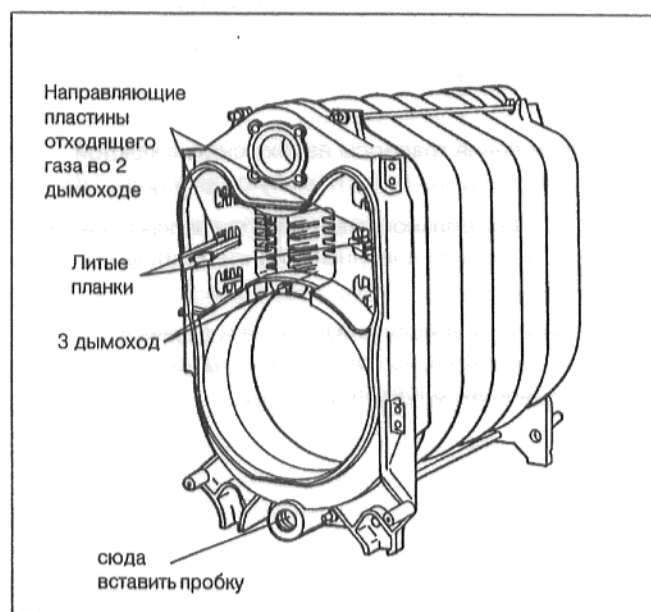

рис. 15
- Плотно вставить пробку спереди в нижнюю ступицу котла (рис. 15).
- Направляющие пластины отходящего газа должны быть вставлены во 2 дымоход литыми планками внутрь (рис. 15).